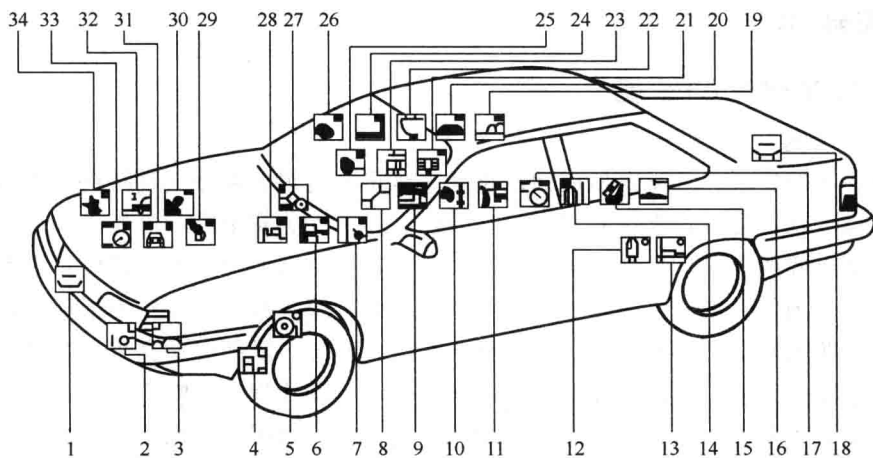

图 1-1 电子技术在汽车上的应用
① 第一阶段(20 世纪 50 年代初~70 年代初):主要特征是开发分立元件和集成电路,开始应用电子装置代替传统的电器机械部件,如集成电路调节器、电子点火器等。
② 第二阶段(20 世纪 70 年代中期~80 年代中期):主要特征是发展专用的独立系统,电气装置被应用在某些机械装置所无法解决的复杂控制功能方面,如电子控制汽油喷射系统、制动防抱死系统等。
③ 第三阶段(20 世纪 80 年代中期~90 年代中期):主要特征是电控单元开始在汽车上获得应用,并实现了对许多功能的集中控制。汽车上的电气装置不仅已能自动承担基本控制任务,而且还能处理外部和内部的各种信息,如部分传统电器实现电控单元控制、发动机和底盘许多机械部分实现电控单元控制等。
④ 第四阶段(20 世纪 90 年代中期开始):主要特征是研究发展汽车电子智能控制技术,模拟人的思维和行为对车辆进行控制,如汽车自动驾驶系统、汽车自动导航系统等。汽车采用电子控制系统的概况如图 1-1 所示。